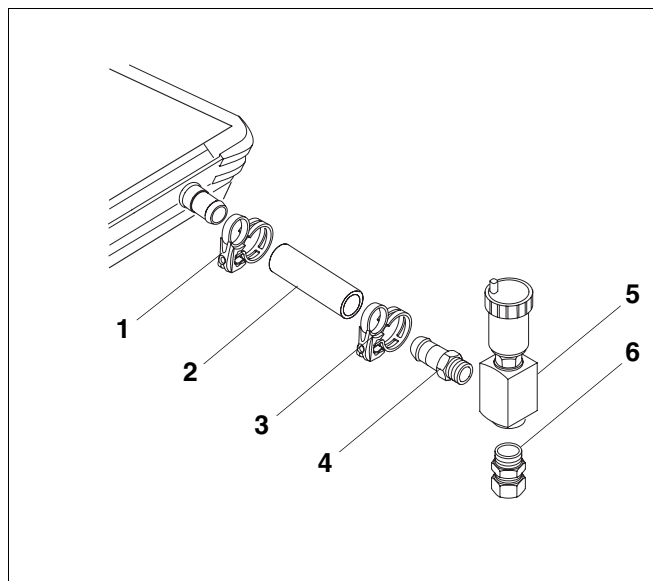

Fig. 5 Collegamento al collettore
- Avvitare il sistema di fissaggio diretto con anello R^{3/4} × 15 mm (fig. 5, **pos. 6**) al disaeratore (fig. 5, **pos. 5**).